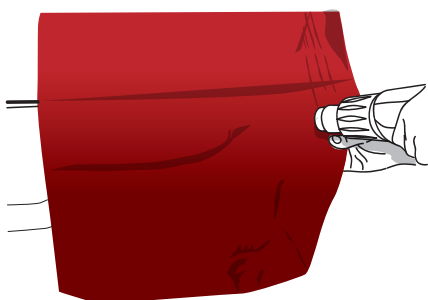

Figure 11
- Chauffer le vinyle entre 40°C et 50°C. (FIG. 11)